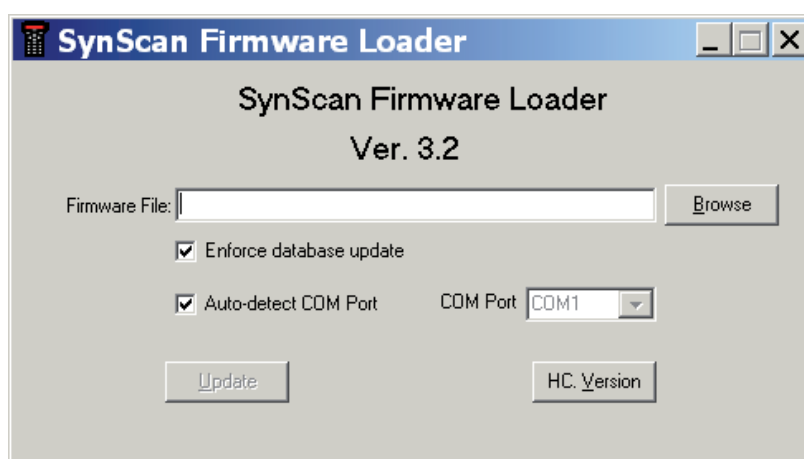

Fig. 10.3a
2. Lancez le programme SynScanFirmwareLoader.exe sur votre ordinateur. Une fenêtre d'application s'ouvre, semblable à la Fig. 10.3a